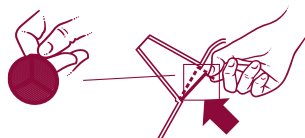

Fig. 3
- Installeer het filter: houd het lipje boven en naar het midden van de waterkoker gericht en zet eerst de onderkant vast en druk vervolgens in de richting van de schenktuit tot het filter vastklikt (fig.3).